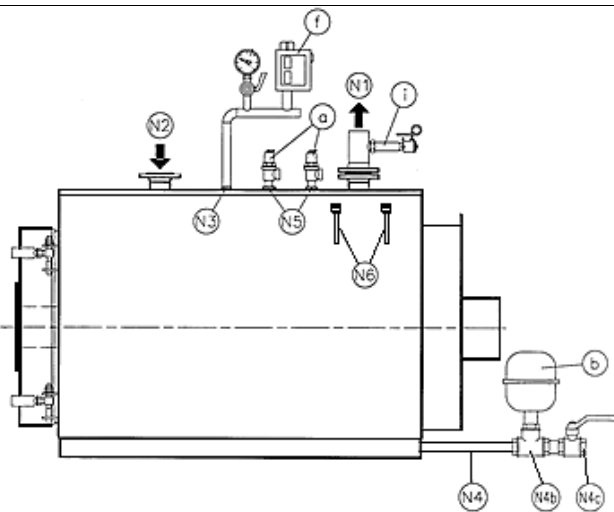

Рис. 4
2.2.2 Водогрейная тепловая установка с закрытым расширительным баком (Мощность топки > 300.000 ккал/ч - давление 5 бар (Рис. 4))